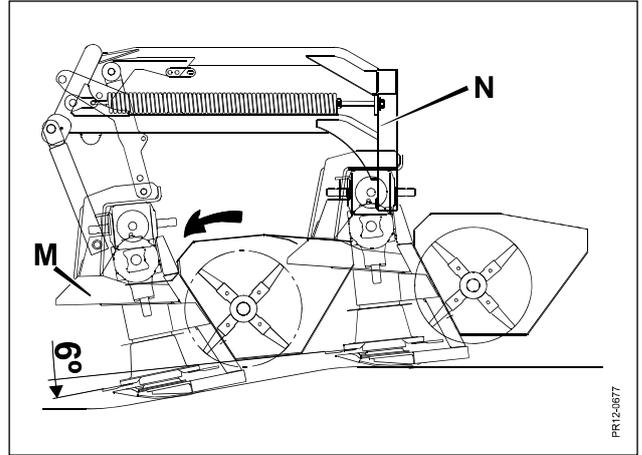

Fig. 3-12
**Fig. 3-12** Wenn das Gelände vor der Maschine nach vorne fällt, bewegt sich die Schneideinheit **M** nach unten im Verhältnis zum Toprahmen **N**. Gleichzeitig mit dieser Bewegung bewegt sich der Messerbalken nach vorne (max. 6 Grad), wodurch die Stoppelhöhe auf der gewünschten Länge verbleibt.